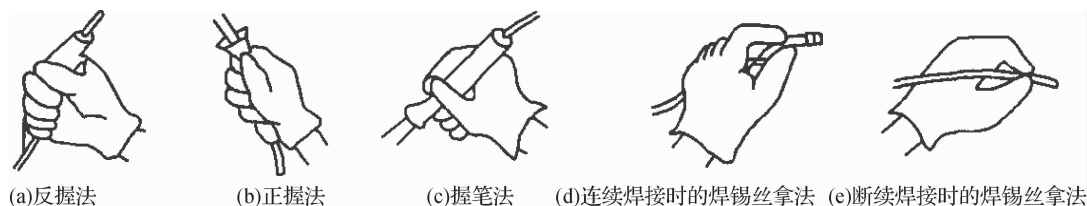

图 3-16 电烙铁的使用方法和焊锡丝的拿法
(1) 电烙铁的使用方法和焊锡丝的拿法如图 3-16 所示。